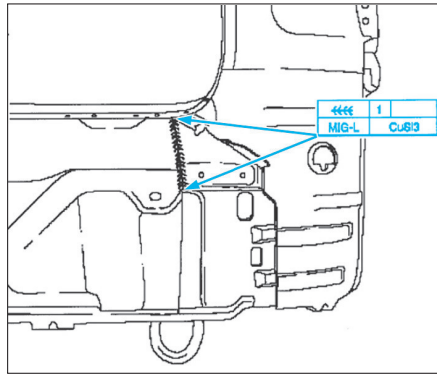

FIG. 68
- Souder la jupe arrière (Fig. 67) et (Fig.68).